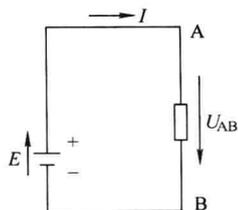

图 1-2 电压的方向
(3) 方向: 电压的方向如图 1-2 所示。
① 实际方向: 从高电位指向低电位, 即正方向。
② 参考方向: 也就是假设方向。通过计算, 电压为负值, 电压实际方向与假设方向相反; 计算电压为正值, 实际方向与假设方向相同。
(4) 种类:
① 直流 (U): 电流方向不随时间变化。
② 交流 (u): 电流大小和方向都随时间变化。
例如: 在图 1-2 所示电路中, 若下端接地, 则有 B 点电位 $U_B = 0\text{V}$ 。